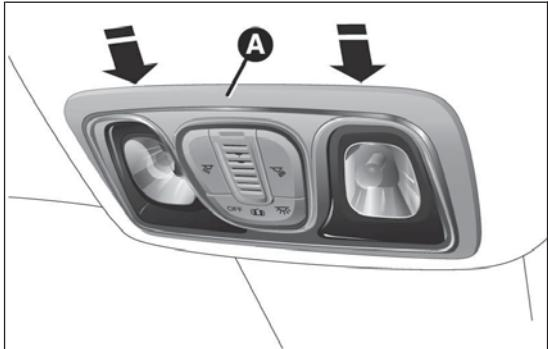

fig. 191
- rimuovere la plafoniera A fig. 191 agendo nei punti indicati dalle frecce;
- fissare la plafoniera A fig. 191 nella sua sede accertandosi dell'avvenuto bloccaggio.